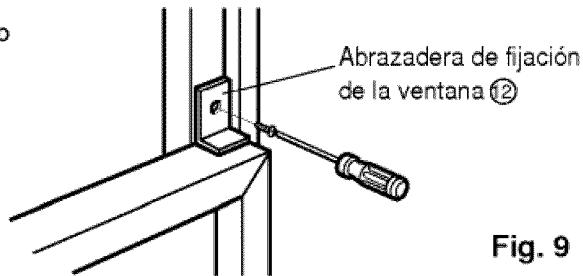

Fig. 9
- 12** Agregue la abrazadera de fijación ② con un tornillo Tipo C ⑦ (ver Fig. 9)